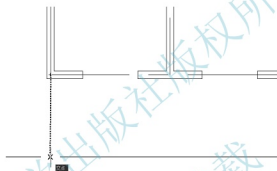

图 3.38 在辅助线上确定第一条尺寸界线的起点
⑤ 用【窗口缩放】命令将视图调整至图 3.38 所示的状态。
⑥ 将【标注】标注样式置为当前标注样式。
(1) 执行菜单栏中的【标注】|【线性】命令。
① 在指定第一条尺寸界线原点或<选择对象>: 提示下, 捕捉④轴线和①轴线的交点, 但不单击, 而是将光标轻轻地垂直向下拖至辅助线上, 出现交点捕捉后 (图 3.38) 再